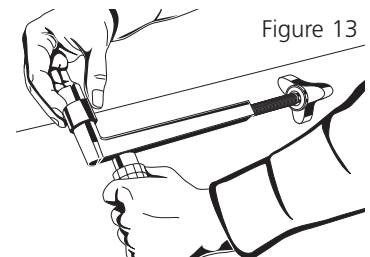

Figure 13
- 1) Insérer l'adaptateur en élastomère dans les becs de la pince écarteuse jusqu'à ce qu'il soit complètement inséré. (Figure 13).